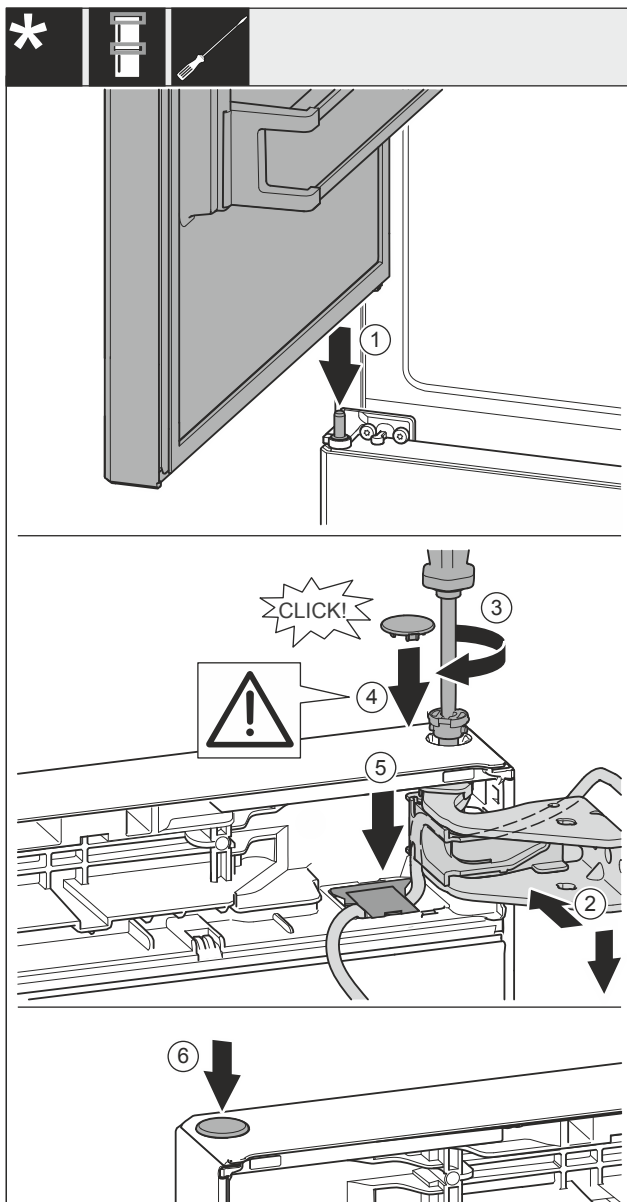

Fig. 38
- ▶ Obere Tür auf mittleren Lagerbolzen Fig. 38 (1) setzen.
- ▶ Tür oben zur Öffnung im Lagerbock Fig. 38 (2) ausrichten.
- ▶ Bolzen Fig. 38 (3) einsetzen und mit Schraubendreher festschrauben.
- ▶ Abdeckung Fig. 38 (4) einsetzen.
- ▶ Kontrollieren, dass die Abdeckung Fig. 38 (4) auf der Tür aufliegt.
- ▶ Abdeckung Fig. 38 (5) einsetzen und nach unten drücken bis sie einrastet.
- ▶ Abdeckung Fig. 38 (6) einsetzen.